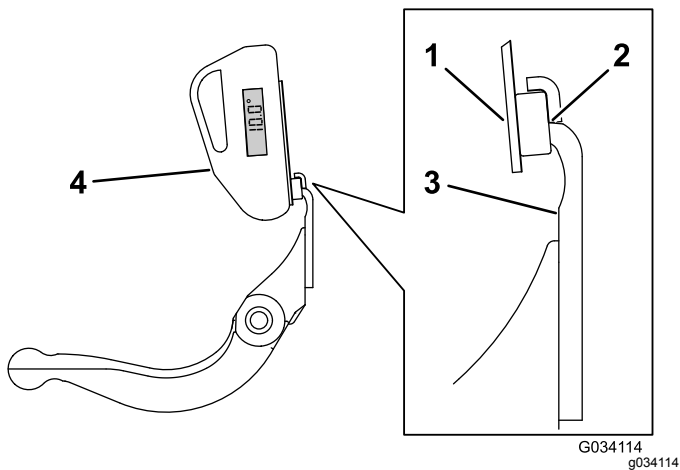

Bild 13
3. Legen Sie die Neigungsmesserbefestigung an die Kante des Untermessers, sodass die Kante des Magnets bündig mit der Kante des Untermessers ist (Bild 13).
4. Legen Sie den Neigungsmesser auf die Befestigung, wie in Bild 13 abgebildet.